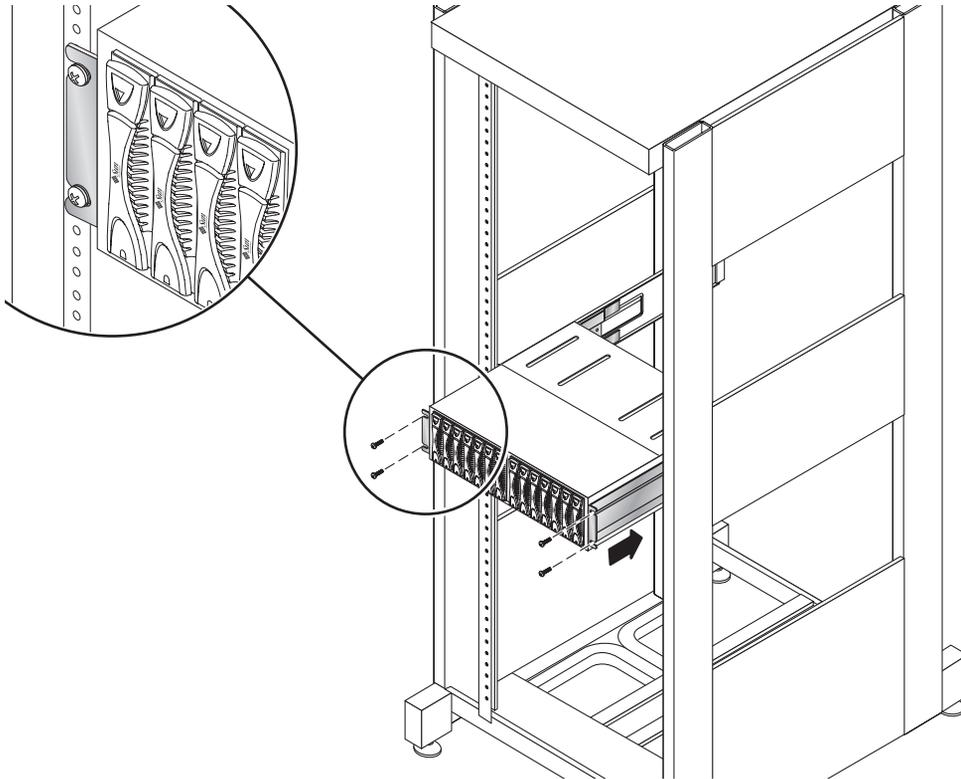

FIGURE 9 Fixation de la baie avec les vis à l'avant
- 4. Fixez la baie en serrant les vis pour maintenir le support de fixation sur le rail de montage avant (FIGURE 9).**